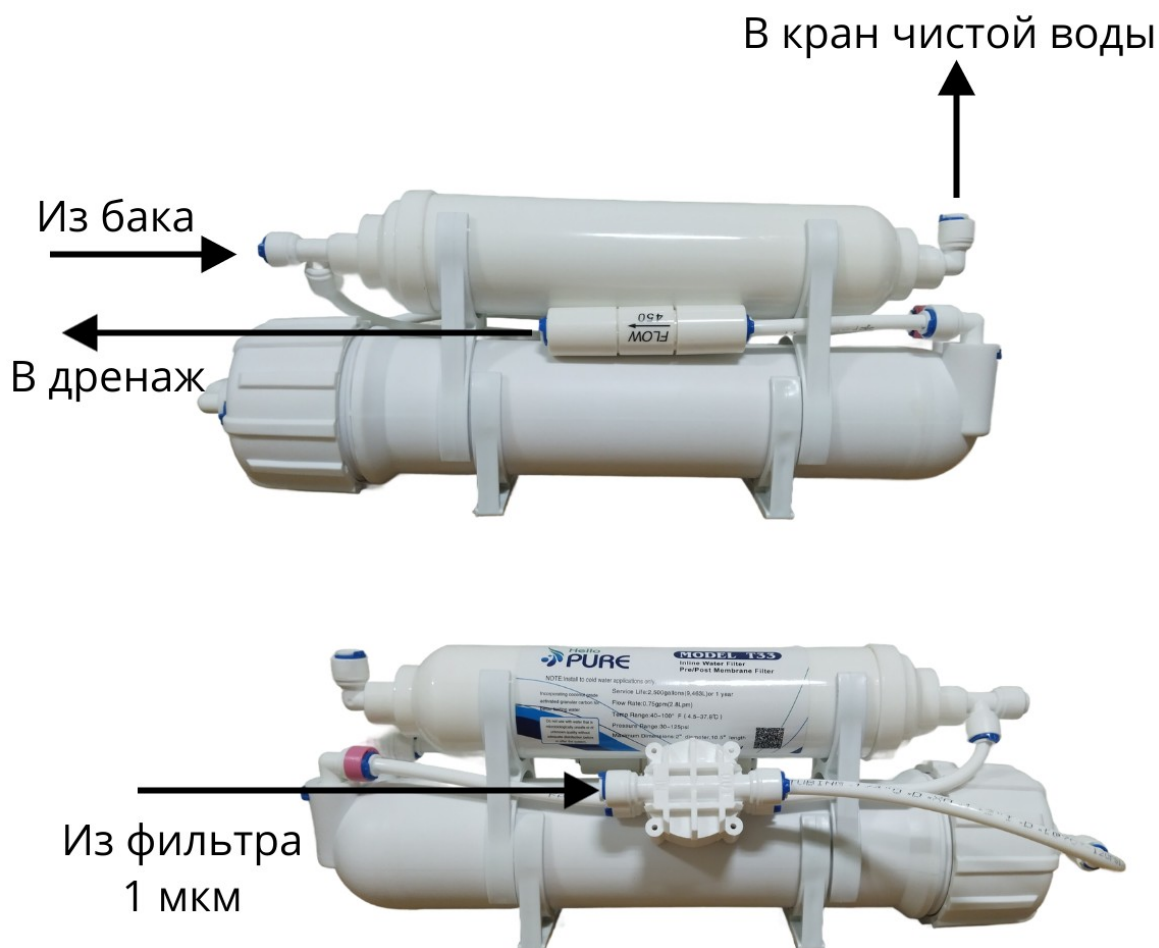

Рис. 4 Схема подключения системы АКЛИРУМ ОСМО 2.100Б
3.2.4 Подключите выход фильтра поз. 4 к свободному порту автопереключателя поз. 7 (см. Рис. 4). Здесь и далее соединения осуществляются трубкой ¼". Рекомендации по подключению трубок к быстроразъемным соединениям — см. Приложение 1.